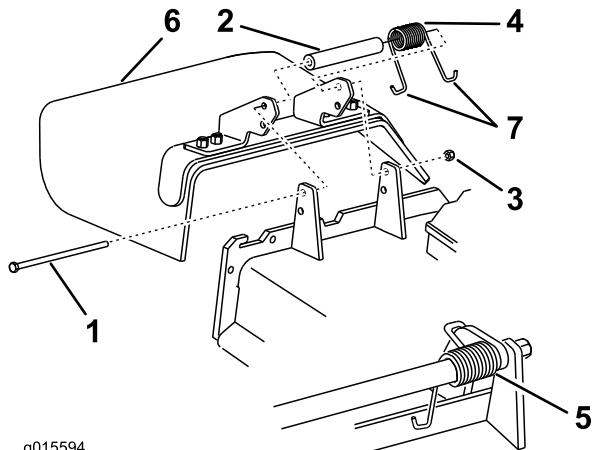

Bild 82
1. Entfernen Sie die Sicherungsmutter, Schraube, Feder und das Distanzstück, mit denen das Ablenkblech an den Drehhalterungen befestigt ist (Bild 82). Entfernen Sie defekte oder abgenutzte Ablenkbleche.
Hinweis: Achten Sie darauf, dass ein J-förmiges Federende hinter der Mähwerkskante installiert wird, bevor Sie die Schraube wie in Bild 82 gezeigt einsetzen.
3. Setzen Sie Schraube und Mutter ein. Führen Sie ein J-förmiges Hakenende der Feder um das Ablenkblech (Bild 82).